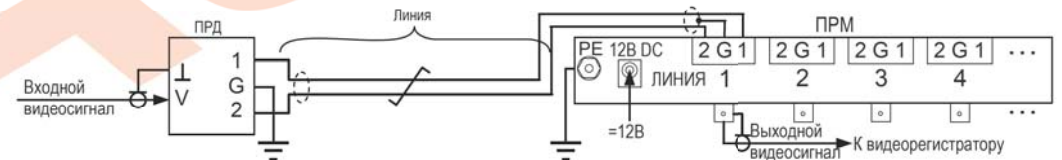

Рис.2 Схема включения комплекта АПВС-TVI (ПРД) и АПВС-К8-TVI (ПРМ)
4. Включение АПВС-TVI показано на рис.2, 3.